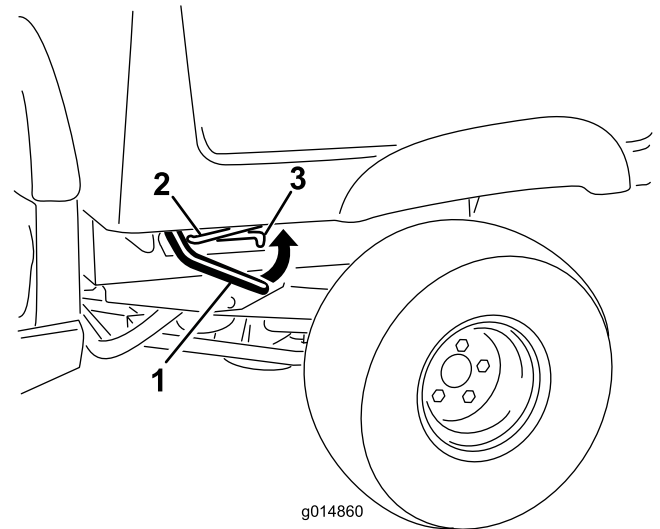

Figura 10
1. Levante la palanca de enganche situada en cada lado de la plataforma, cerca de la esquina delantera, y eleve la plataforma (Figura 10).
situada en el lado izquierdo del bastidor de la máquina (Figura 10).
1. Eleve la plataforma un poco tirando hacia arriba de la palanca de enganche (Figura 10).
2. Extraiga la varilla de sujeción de la muesca de la ranura (Figura 10).
3. Baje la plataforma hasta que se enganche firmemente en su sitio (Figura 10).